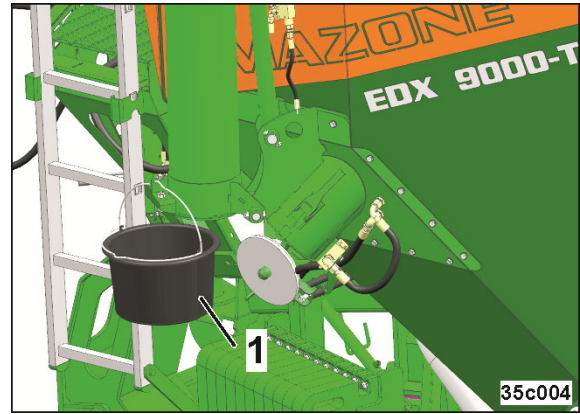

Fig. 250
7. Accrocher l'auget d'étalonnage (Fig. 250/1)